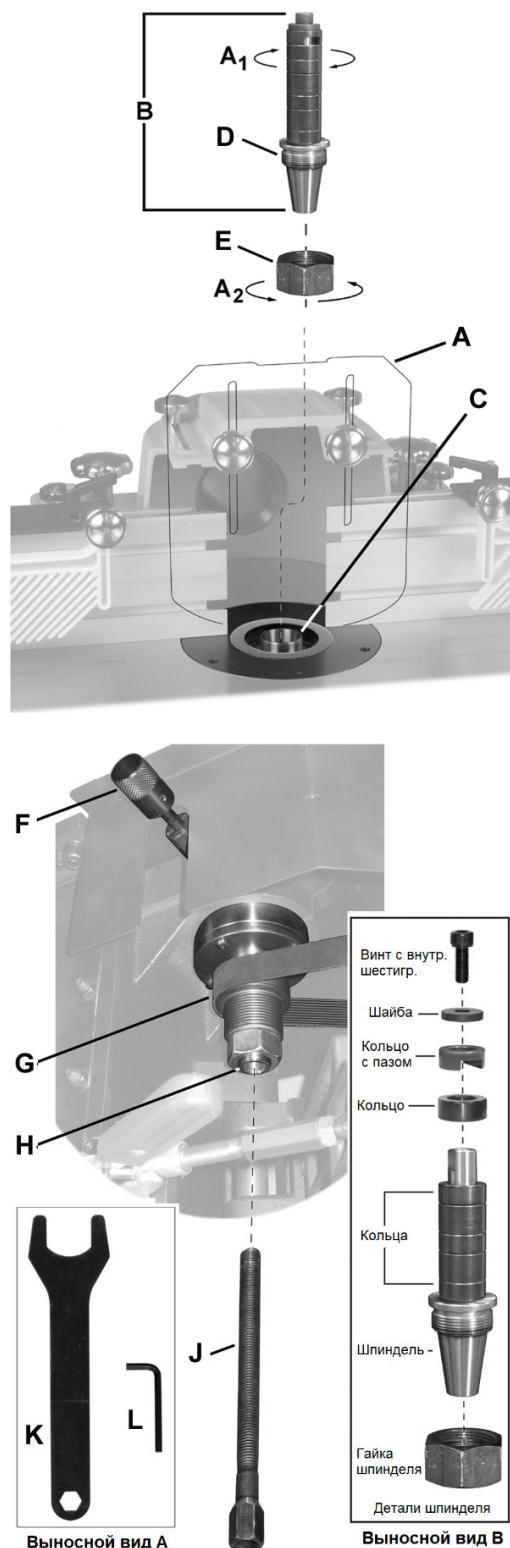

Рис. 15
См. Рис. 15. Для более наглядной иллюстрации процесса *защитное ограждение* (A) снято.
См. Рис. 15:
1. Установите *фиксатор шпинделя* (F, Рис. 15) таким образом, чтобы к нему был доступ через дверь с правой стороны тумбы. Потяните за фиксатор и поверните его на 90° вправо *или* влево, установив в специальную выемку.
Попробуйте повернуть *шпиндель* (B, Рис. 15) рукой, чтобы убедиться, что он заблокирован и не вращается.
4. Потяните фиксатор шпинделя (F, Рис. 15), доступ к которому осуществляется через дверь с правой стороны тумбы. Поверните ее на 90° вправо *или* влево, установив в специальную выемку.
2. Наденьте *цанговый зажим* (A, Рис. 17) на *шпиндель* (B, Рис. 17) и зафиксируйте его с помощью *гаечного ключа* (K, Рис. 15).
3. Разблокируйте шпиндель, потянув за *запорную ручку* (F, Рис. 15), доступ к которой осуществляется через дверь с